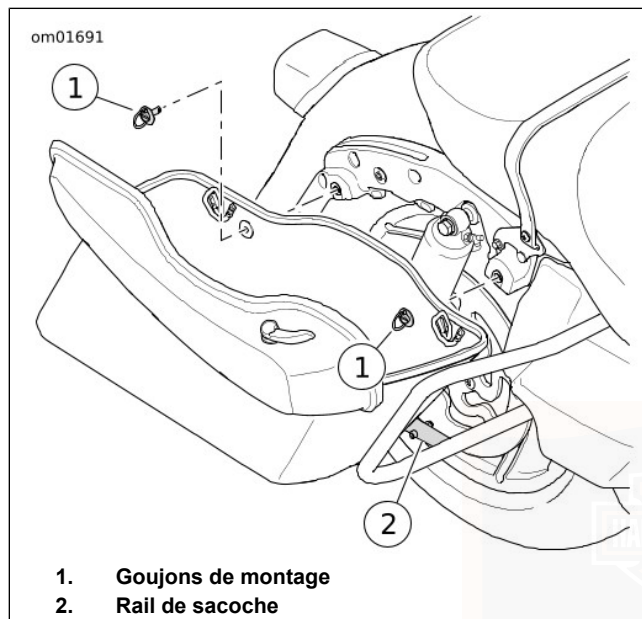

Figure 41. Dépose/installation des sacs
2. Voir Figure 41. Tourner les goujons de montage d'un quart de tour dans le sens antihoraire pour désengager la sacoche du support de montage.
1. Voir Figure 41. Mettre avec soin la sacoche en place sur le rail de sacoche et aligner les goujons avec le support.